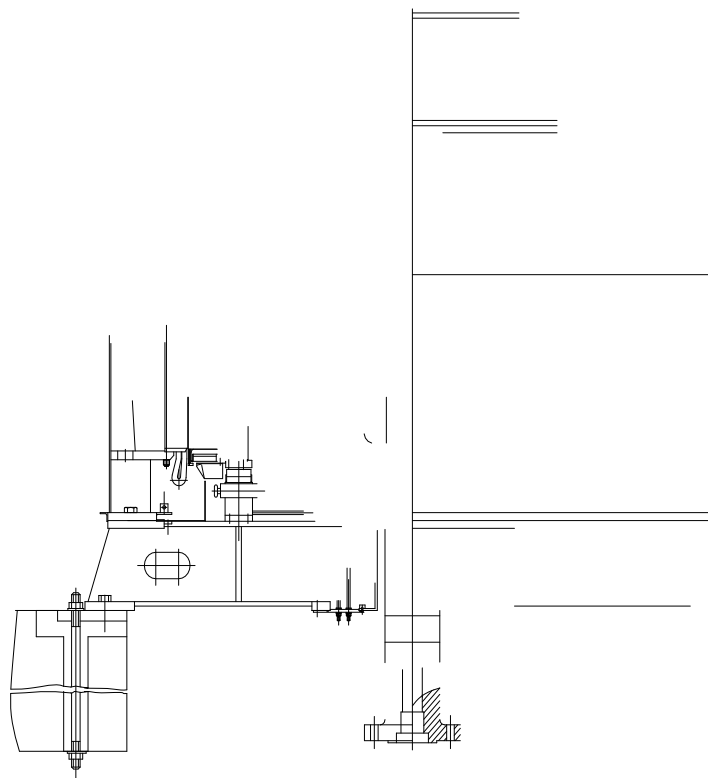

图 1
2.2.1 SM 列弹性支撑平 圆形 推力滑动 承 构 动机（图 1）、